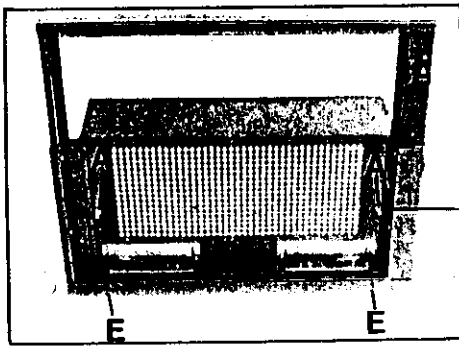

Fig. 3
- ouvrir la grille en tournant les loquets A (fig. 3).
- Insérer de l'intérieur du meuble les 4 vis E 4,2x35 (fig. 5) en dotation et les visser sur les écrous F (fig. 6). Régler la cornière L (fig. 5) jusqu'à la faire adhérer au mur, en utilisant les vis E (fig. 3).
Pour enlever le filtre enlever d'abord la grille en tournant les loquets A (fig. 3).